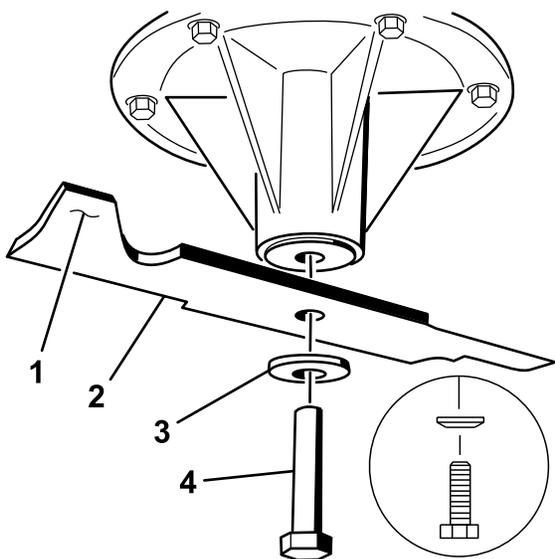
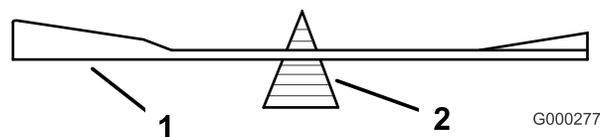

Figure 98
Figure 100
2. Enlevez de l'axe, le boulon, la rondelle bombée et la lame (Figure 98).
2. Vérifiez l'équilibre de la lame en la plaçant sur un équilibreur (Figure 100). Si la lame reste horizontale, elle est équilibrée et peut être utilisée. Si la lame est déséquilibrée, limez un peu l'extrémité de la partie relevée seulement (Figure 98). Répétez la procédure jusqu'à ce que la lame soit équilibrée.